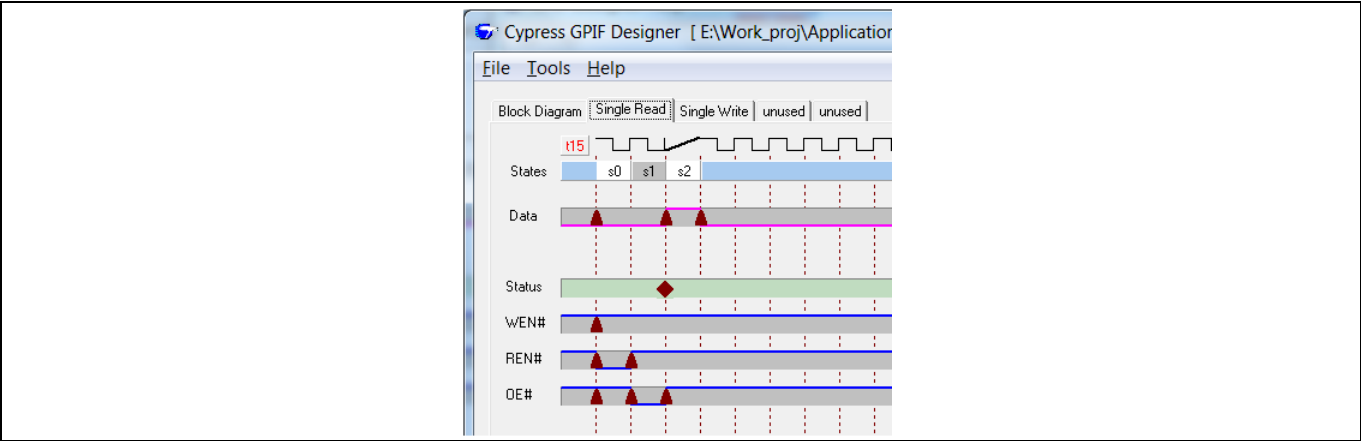

Figure 51 最后单个字读波形
5. 最后需要进行的调整。必须在 S2 期间采样 (读) 数据。要想采样该数据，需要将操作点放置在 S2 状态的开始和结束的数据带上。请注意，由于当前是在 Single Read (单读) 选项卡中进行操作，因此高电平对应于采样，而不是驱动数据带。最后，单个字读波形如 **Figure 51** 所示。